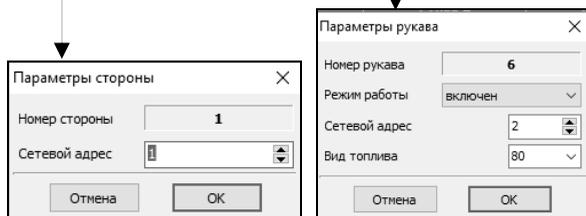

Рисунок 4
6.3.2 Если параметру 1062 присвоено значение "СУ (IFSF)→ТРК", то следующими необходимо настроить параметры 666, 667 и 776. Затем перейти на вкладку "Конфигурация" и настроить адреса сторон (при работе по протоколам "Топаз", "PDE", "Adast", "CSA") и рукавов (при работе по протоколу 2.0) (рисунок 4).
Для настройки параметров рукава сделать двойной клик левой кнопкой мыши по адресу требуемого рукава (рисунок 4, область № 1). В появившемся окне установить новые значения и нажать "ОК". Чтобы настроить сетевой адрес стороны, сделать двойной клик левой кнопкой мыши по адресу требуемой стороны (область № 2). В появившемся окне задать новое значение и нажать "ОК". После внесения всех изменений нажать кнопку "Записать конфигурацию".